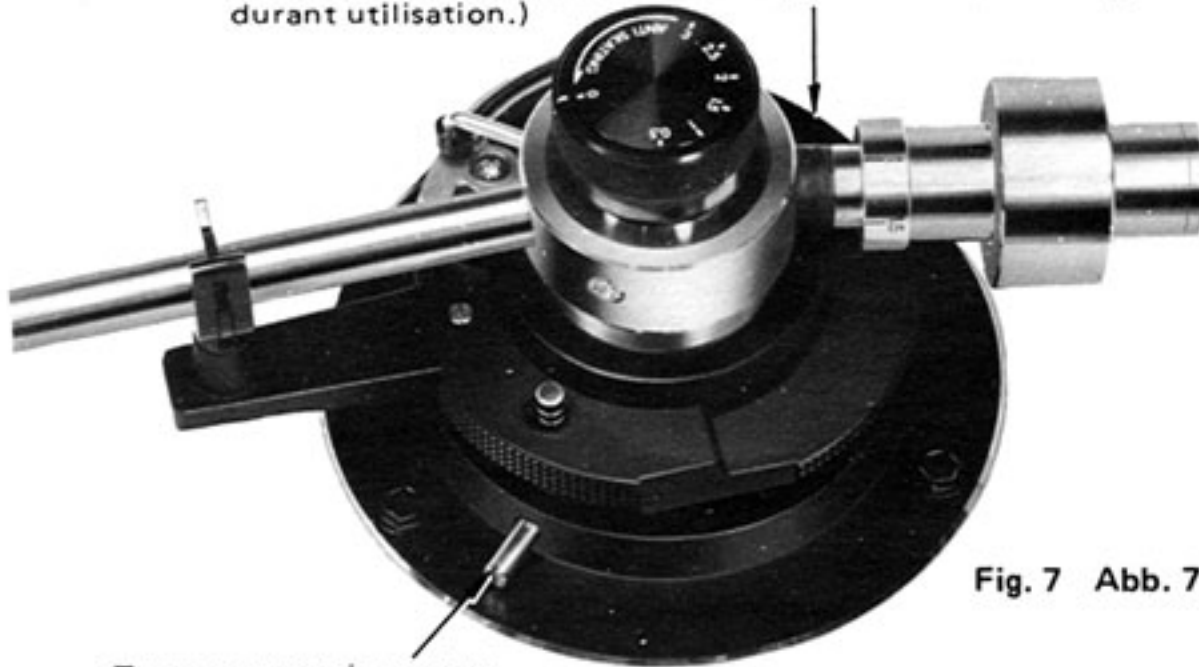

Fig. 7 Abb. 7
• Tonearm Height Adjustment (Fig. 7)
• Einstellung der Tonarmhöhe (Abb. 7)
• Réglage de la hauteur du bras de lecture (Fig. 7)